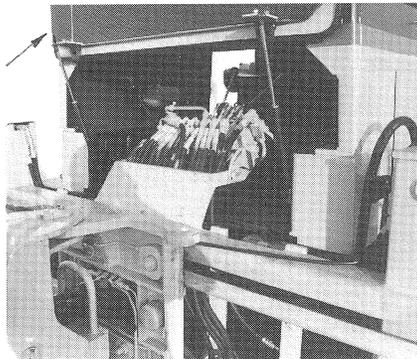

FIG. 28
- 1 - Déverrouiller le panneau arrière de la chargeuse et le repousser vers le haut fig. 28/flèche.